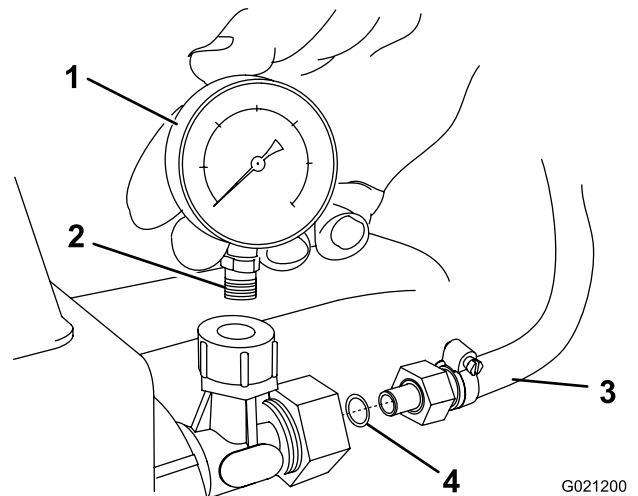

Bild 11
- Wickeln Sie Gewindeabdichtungsband in Linksrichtung um das Gewinde des Manometers (Bild 11).
- Befestigen Sie das Druckmanometer im offenen Port rechts vom Regelventil (Bild 11).
1. Fetten Sie den O-Ring aus den losen Teilen mit einem Fett ein, das nicht auf Petroleum basiert, z. B. Pflanzenöl. Legen Sie den O-Ring zwischen den langen Schlauch und das Regelventil (Bild 11).
2. Schrauben Sie das Gewinde-Anschlussstück auf das Ende des langen Schlauchs zum Regelventil (Bild 11).